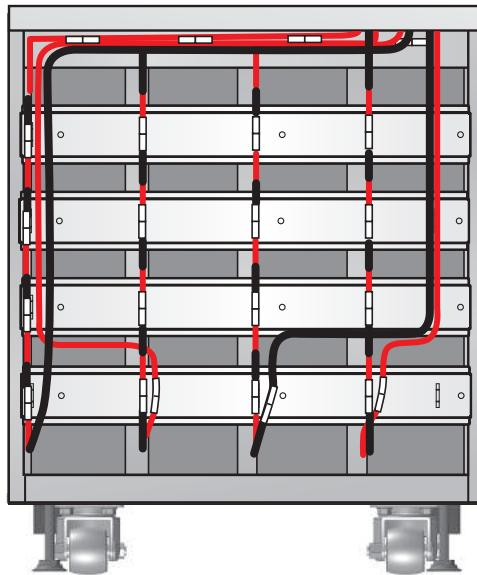

Рис. 6-9. Монтаж комплекта для установки батарей
- 7** К выполнению следующих процедур допускается только квалифицированный сервисный персонал. Для ИБП с кодами заказа GES203НН33В035, GES303НН33В035 или GES403НН33В035: откройте переднюю дверцу ИБП, установите две группы из 40 аккумуляторов (в поставку не входят; информацию о типе батарей уточните в сервисной службе) и монтажный комплект для подключения батарей (в поставку не входит; см. *главу 9*). Установка монтажного комплекта показана на *рис. 6-9*. При подключении АКБ необходимо соблюдать полярность.